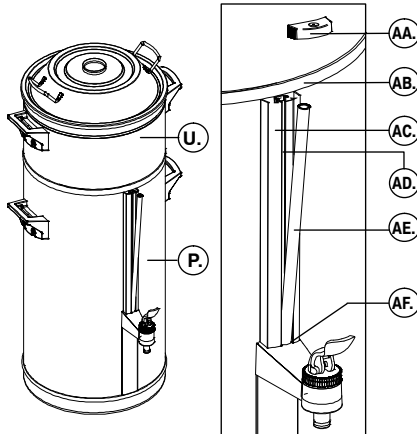

Fig. 8 Placering av synglasets hölje
• Rengör synglaslet (fig. 8) :